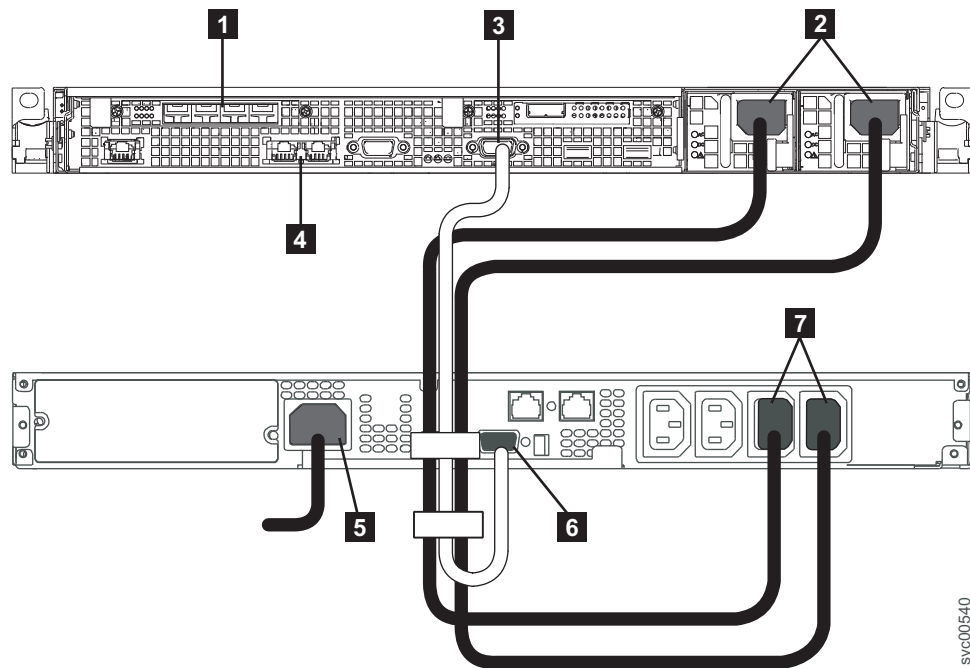

图 32. 将 SAN Volume Controller 电源线连接到 2145 UPS-1U
1. 在 SAN Volume Controller 2145-CG8 节点的后部，将组合的电源线和串行电缆组合件中的电源线插入电源接口 **2**，如图 32 所示。